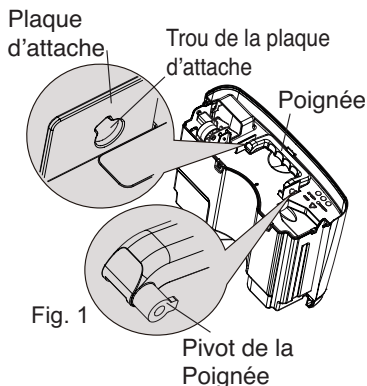

Fig. 1
- (1) Pousser le pivot de la poignée vers l'ouverture de la plaque d'attache. Soulever la plaque du réservoir par la poignée en suivant la direction indiquée par la flèche. Retirer la poignée. (voir fig.1)